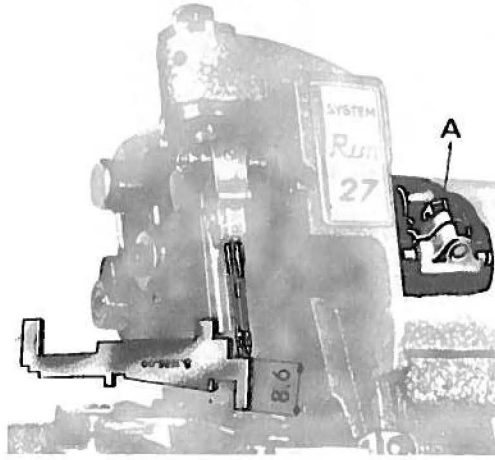

fig. 3
### 3. Posizionamento dell'ago (fig. 3):
- per effettuare correzioni in altezza del morsello porta aghi agire sulla vite A (fig. 3), controllare con calibro S 1686.00.